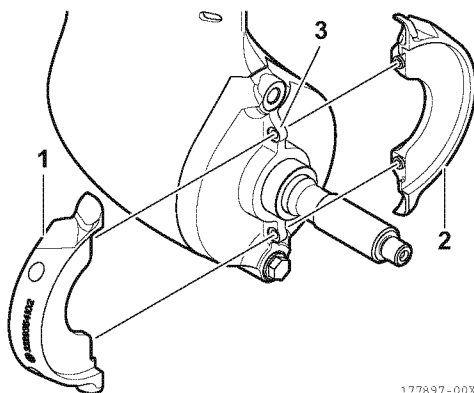

Figura 29
1. Montare gli anodi (1, 2, **Figura 29**) sul supporto dell'albero dell'elica (3, **Figura 29**).
*Nota: Fare attenzione alla direzione di montaggio degli anodi (1, 2, **Figura 29**). Montare l'anodo (1, **Figura 29**) sul lato sinistro e l'anodo (2, **Figura 29**) sul lato destro.*